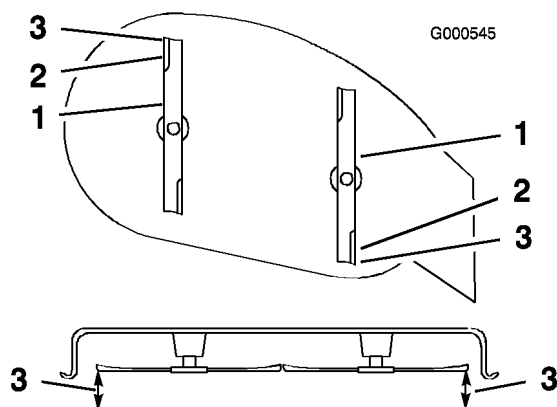

Figure 45
- Régalez la hauteur de coupe à la position **D** (76 mm) et tournez les lames avec précaution dans le sens longitudinal (Figure 45).
- Mesurez la distance entre la pointe de la lame avant et la pointe de la lame arrière par rapport à la surface plane (Figure 45). Si la pointe avant de la lame n'est pas de 1,6 à 7,9 mm plus bas que la pointe arrière, réglez les contre-écrous avant.